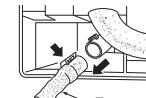

Fig. 2
- Если дренажный шланг, который был поставлен с внутренним прибором слишком короткий, соедините его с дренажным шлангом (I), который необходимо приобрести на месте. (Fig. 2)
- Потянув на себя, вытяните дренажный шланг из левой задней части внутреннего прибора. (Fig. 2)